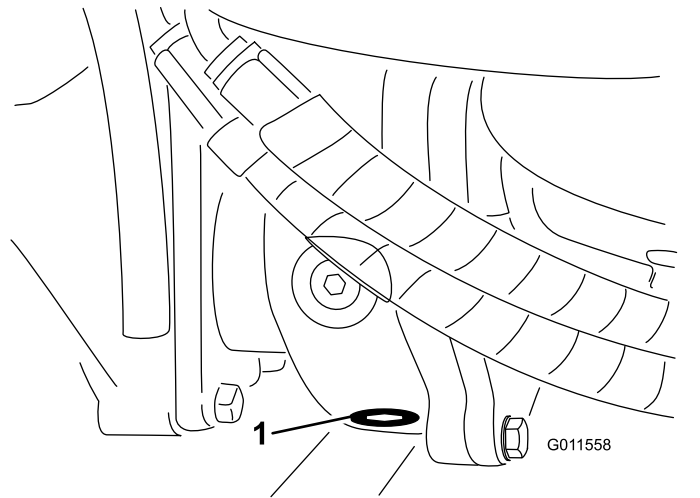

Bild 110
5. Reinigen Sie den Bereich um die Ablassschraube an der Unterseite des Getriebes (Bild 110).